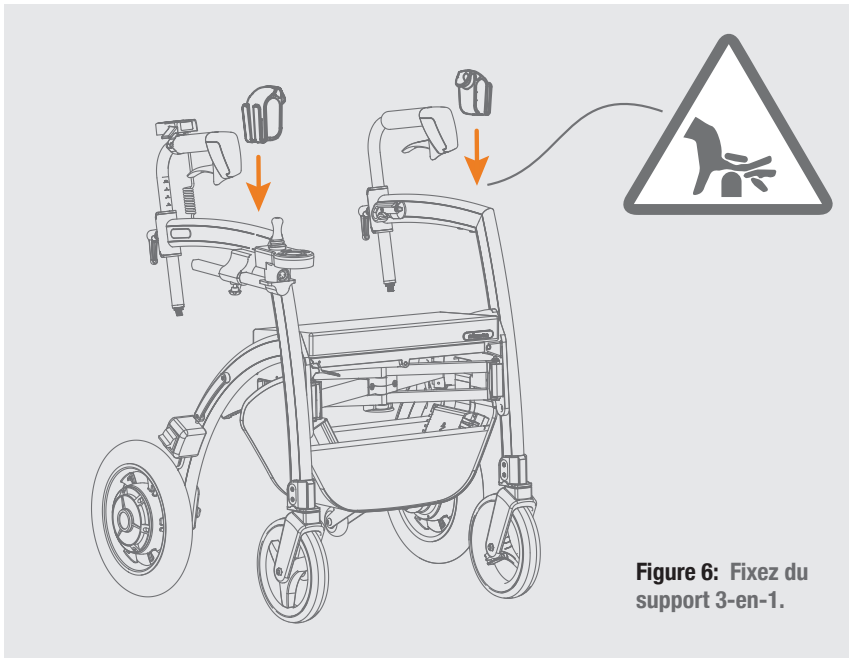

Figure 6: Fixez du support 3-en-1.
- Faites glisser les accoudoirs aussi loin que possible vers l'arrière, les deux supports doivent être placés devant les accoudoirs, avec les crochets d'achat vers l'extérieur, comme indiqué sur la **Figure 6**.
- Fixez les supports en les faisant glisser et en les appuyant sur le cadre (**Figure 6**).